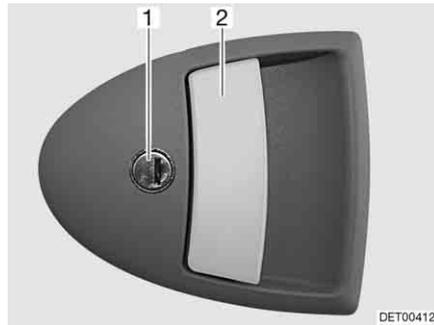

Bild 57 Türschloss Eingangstür, außen
- Schlüssel in Schließzylinder (Bild 57,1) stecken und drehen, bis das Türschloss entriegelt ist.
- Am Türgriff (Bild 57,2) ziehen. Die Tür ist geöffnet.
- Schlüssel in Schließzylinder (Bild 57,1) stecken und drehen, bis das Türschloss verriegelt ist.